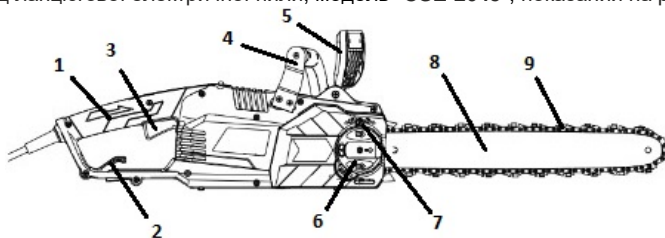

Рисунок 1
корпусу з органами управління та захисту (1,3,5,6); пиляльної гарнітури у складі шини (9), пиляльного ланцюга (10), систем натягування (7,8) та автоматичного змащування ланцюга; однофазного колекторного двигуна з подвійною ізоляцією, який встановлений по «подовжній» схемі – вісь двигуна паралельна вісі виробу, при цьому рух на приводну шестерню ланцюга передається під кутом 90° через кінцевий редуктор; системи зчеплення з відцентровою муфтою та гальмами, – згідно рис. 1.
**Пиляльна гарнітура** - консольного типу, складається з направляючої шини (9), пиляльного ланцюга (10). Змащення направляючого паза шини в процесі роботи - безперервне, автоматичне, за допомогою плунжерного безклапанного насоса золотникового типу. Насос і мастильний бак для змащення ланцюга розташовані в корпусі двигуна. Натягування ланцюга забезпечується регулюванням положення направляючої шини ланцюга відносно приводної шестерні (розташована під кришкою кріплення шини).
**Гальмо пиляльного ланцюга.** Гальмування ланцюга забезпечує безпеку користування пристроєм під час роботи і спрацьовує вручну при натисканні лівою рукою переднього важеля гальма в бік пиляльної гарнітури, або автоматично при виникненні ривка пили за рахунок дії інерції мас на цей же захисний пристрій. Ланцюг при спрацьовуванні гальма зупиняється практично миттєво. Гальмівне зусилля створюється тертям гальмівної стрічки по зовнішній поверхні гальмівного барабана. Одночасно додатковий вимикач розриває електричний ланцюг живлення електродвигуна. Для відключення механічного гальма необхідно повернути захисний пристрій (6), або щиток гальма ланцюга в початкове положення.